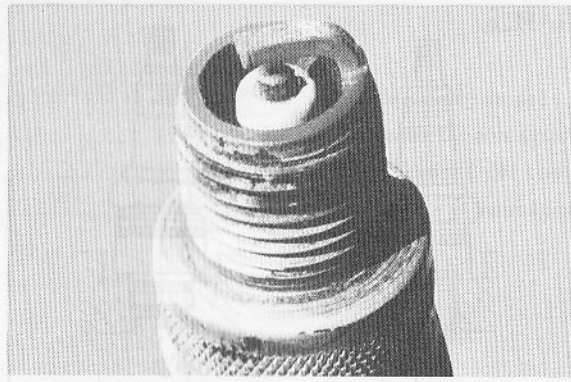

Fig. 6-3-1
1. Best When the porcelain around the center electrode is a light tan color. (Fig. 6-3-1)
1. Idéal quand la porcelaine autour de l'électrode centrale est de couleur légèrement brune. (Fig. 6-3-1)